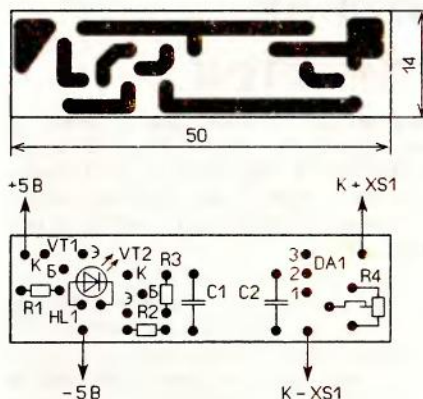

Рис. 5
1...1,5 мм, чертеж которой показан на рис. 5. Ее длина и ширина соответствуют размерам аккумулятора типа-размера AA. Это позволило применить в качестве корпуса держатель (батерейный отсек) на два элемента соответствующего размера, разместив плату на месте одного из них (рис. 6). Для 3У на два аккумулятора необходимо изготовить еще одну аналогичную плату и применить батарейный отсек на четыре элемента и т. д.